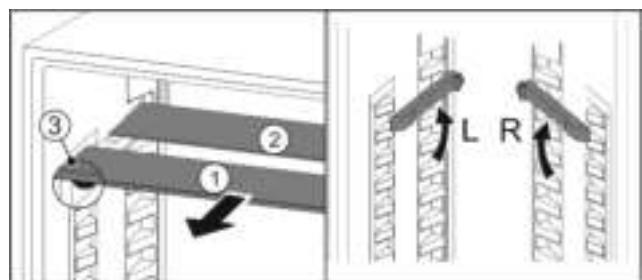

Fig. 20
- Glasplaten afzonderlijk vanaf de voorkant eruit trekken Fig. 20 (1).
- ▷ Glasplaat Fig. 20 (1) met de uittrekaanslagen bevindt zich aan de voorkant.
- ▷ Aanslagen zijn naar onder gericht Fig. 20 (3). Apparaten met vriesvak:\*